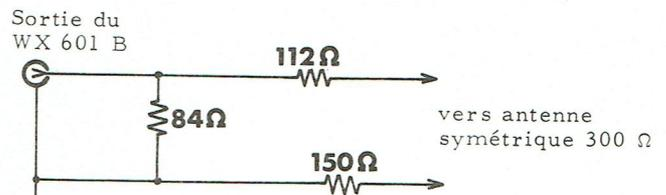

Fig 2.4
- Lorsque l'on applique le signal HF sur l'entrée antenne, il n'est pas nécessaire d'utiliser la sonde d'injection si l'impédance d'entrée est de 75 Ohms. Dans ce cas, on réunit la sortie HF du générateur directement à l'antenne du récepteur. Si l'impédance d'entrée du récepteur est de 300 Ohms symétrique, on réunit la sortie du générateur à l'antenne par l'intermédiaire d'un adaptateur 75 - 300 Ohms HA0550\* ou équivalent, dont le schéma est donné fig. 2.4. L'atténuation apportée par cet accessoire est de 6 dB